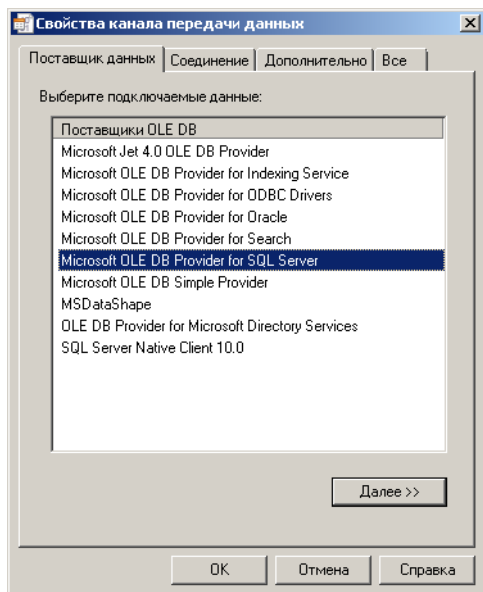

Рис. 5.29.
1. На вкладке **Поставщик данных** (рис. 5.29) выберите провайдера доступа к базе данных: